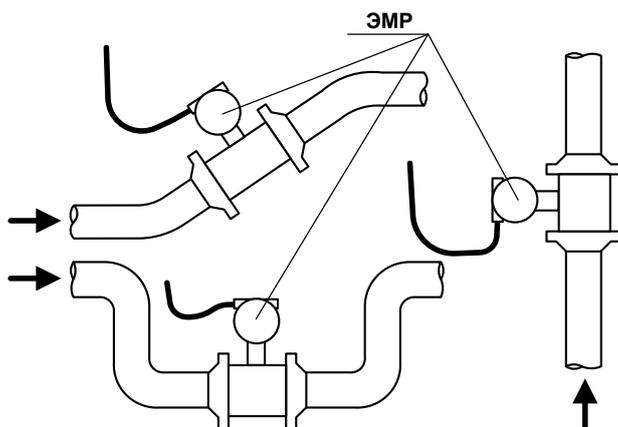

Рис.1. Рекомендуемые места установки ЭМР.
- в месте установки в трубопроводе не должен скапливаться воздух – ЭМР не должен располагаться в самой высокой точке трубопровода, а также в трубопроводе с открытым концом; наиболее подходящее место для монтажа (при наличии) – нижний либо восходящий участок трубопровода (рис.1);